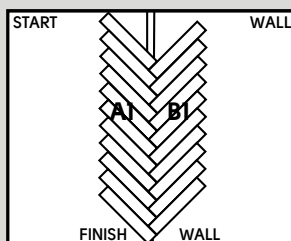

Figure. 6
7. Continuez à poser les lames sans les découper, en les mettant dans le sens opposé. Vérifiez que les lames posées sont bien droites sur les lignes (Figure 6).